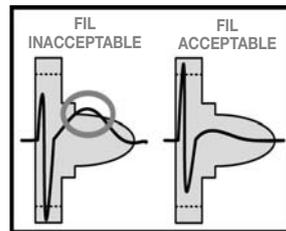

Figure 5 : Acceptation d'un vecteur de mesure
9. Un patient est considéré comme admissible à une implantation si au moins un vecteur de mesure est acceptable dans toutes les positions testées (figure 5).